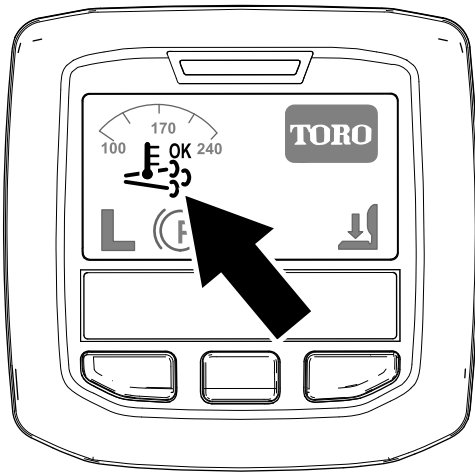

Figure 28
- L'icône de régénération assistée/commandée s'affiche sur l'InfoCenter (Figure 28).